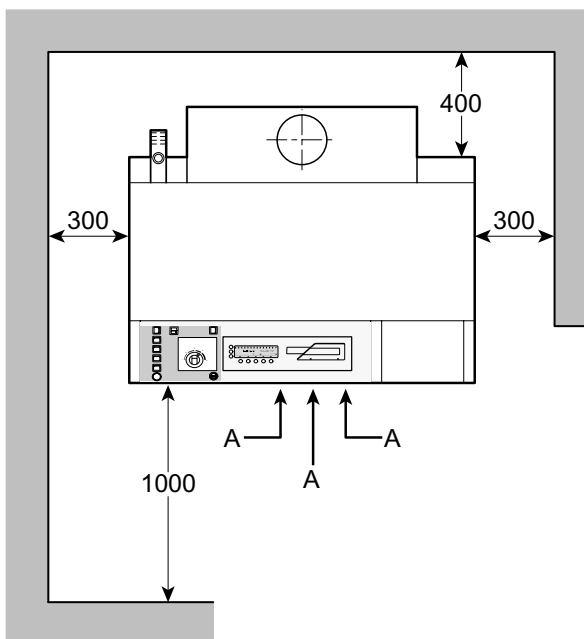

Рис.12.
- Для доступа к арматуре котла, очистки нагревательных поверхностей необходимо соблюдение указанных на рис.12 минимальных расстояний.